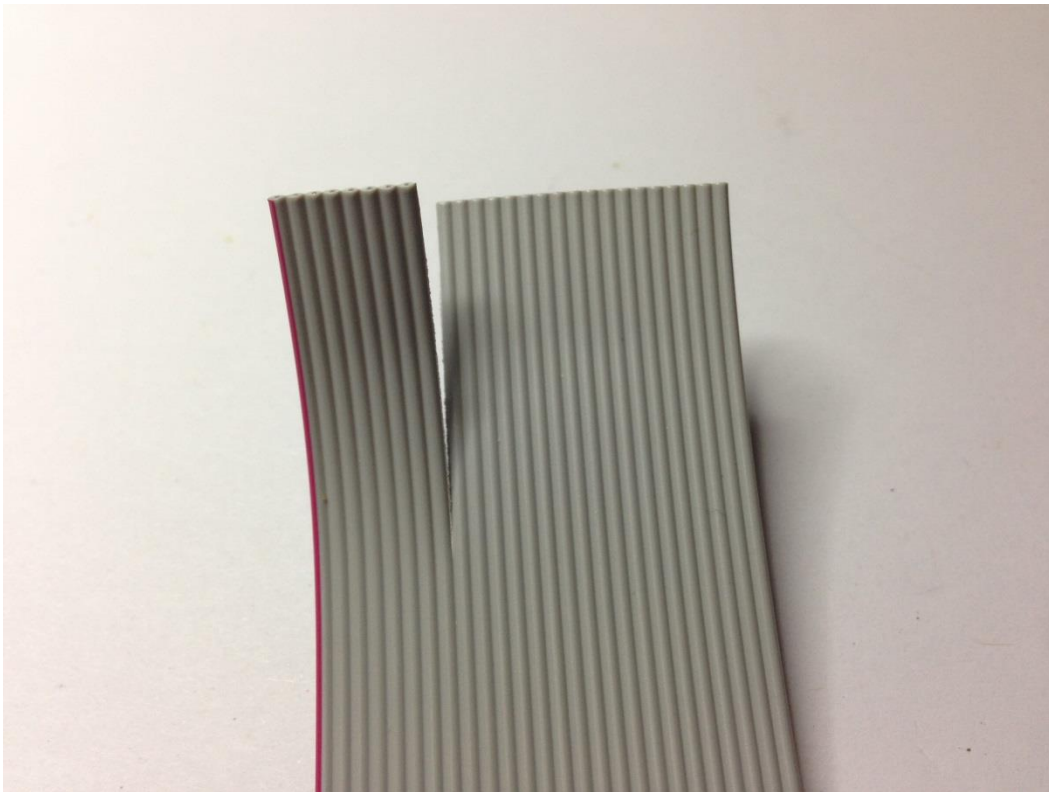

Bild 25
7.9. Das Kabel auf der gegenüberliegenden Seite nun in zwei 8- und 18 Ader-Pärchen aufteilen. Die rote Markierung befindet sich auf der 8er Seite (Bild 25).